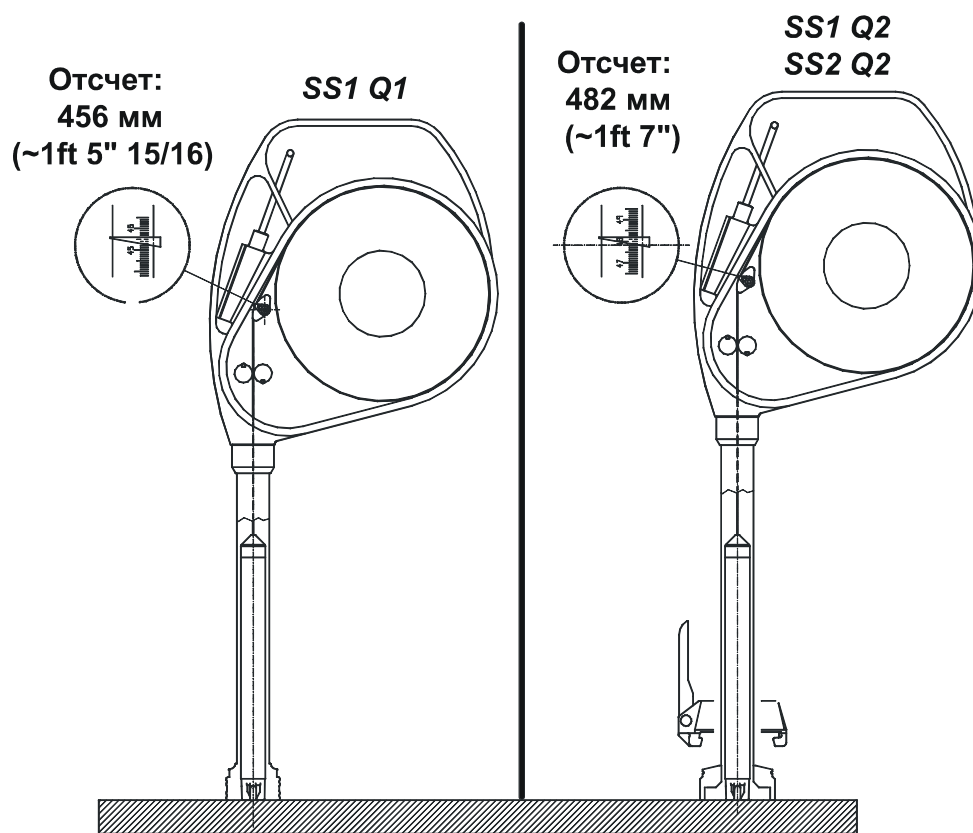

Рисунок 10-12
- осторожно опускайте ленту до тех пор, пока датчик не достигнет поверхности (Рисунок 10-12);